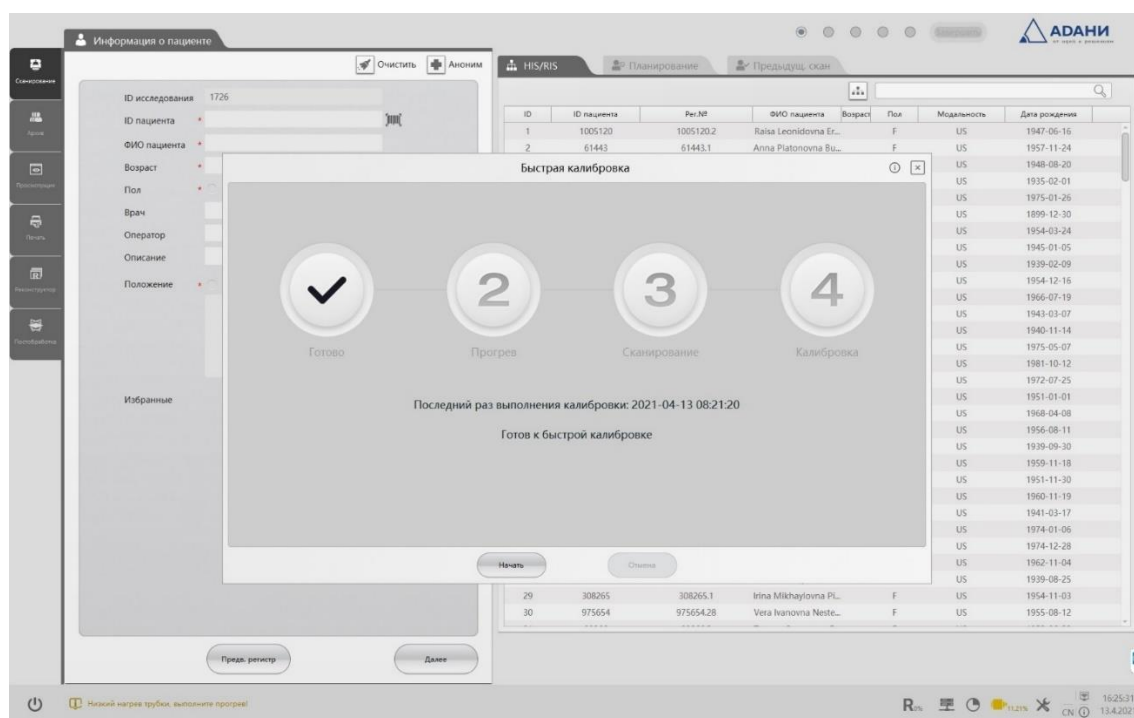

Рисунок 4-6 Информационное окно «Быстрая калибровка»
5. В появившемся диалоговом окне (рис. 4-6) нажмите «Начать калибровку».